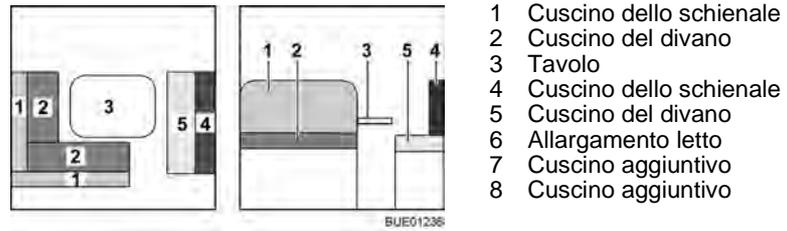

Fig. 91 Prima della trasformazione
- Trasformare il tavolo (Fig. 91,3) in struttura di supporto letto (vedi paragrafo 6.11).
- Rimuovere i cuscini dello schienale (Fig. 91,1) del sedile a L e riporli.
- Rimuovere il cuscino dello schienale (Fig. 91,4) del divano e riporlo.